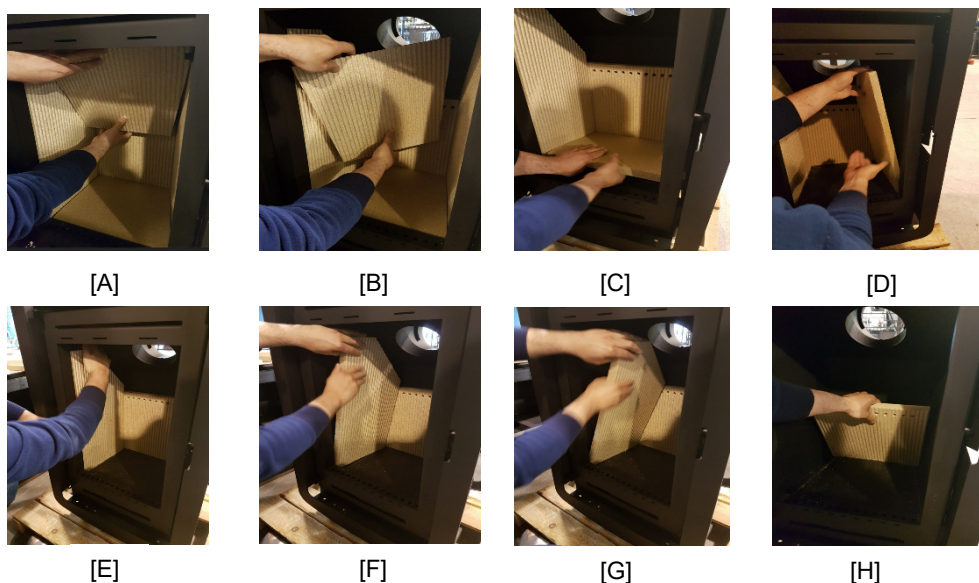

Figura 43 - Secuencia que debe seguir para retirar el deflector de humos y las vermiculitas
- 1 - Sujete el regulador de tiro con las dos manos, una en la zona inferior y la otra en la superior (Figura 43– [A]);
- 2 - Eleve un poco el regulador de tiro para liberarlo del apoyo inferior (placa de vermiculita de la parte posterior) y de los apoyos superiores (barras de acero). Una vez liberado de los apoyos, debe elevar y desplazar el regulador de tiro hacia la parte frontal del equipo, de modo que se cree holgura suficiente entre el regulador de tiro y la placa de vermiculita de la parte posterior (Figura 43 – [B]);
- 3 - Con la holgura creada anteriormente, incline el regulador hacia un lado y en sentido descendente (Figura 43 – [C]). Retire el regulador de tiro del equipo (Figura 43 – [D]);